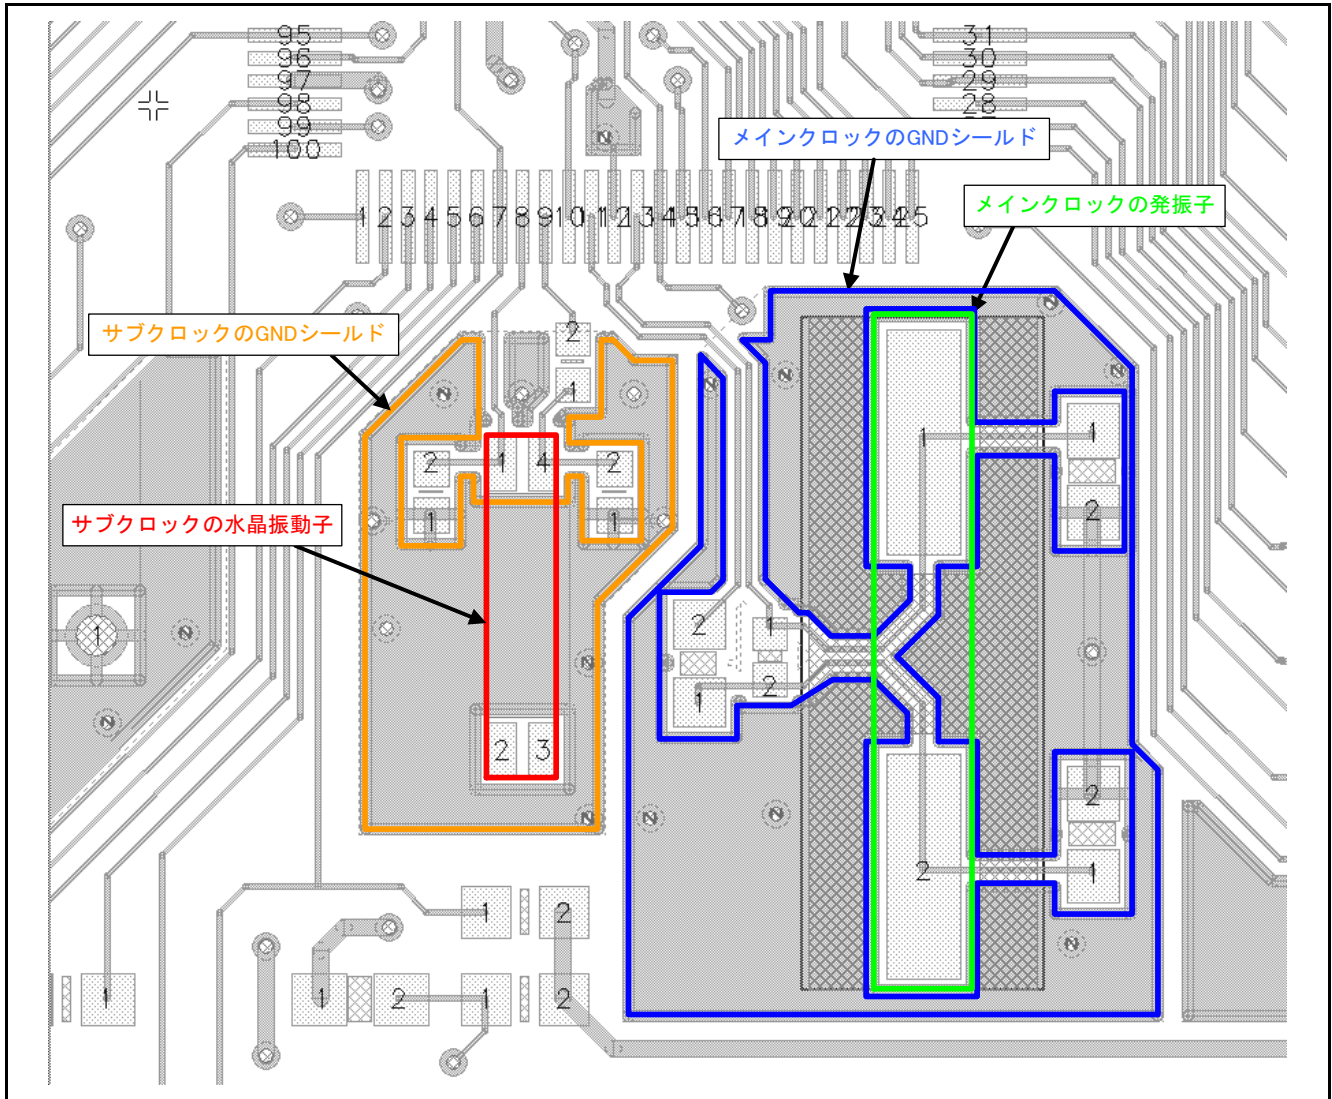

図1.7 メインクロック発振子の配線を GND でシールドするパターン例
①にメインクロック発振子の配線の要点を示します。また、図 1.7にパターン例を示します。
- ① メインクロック発振子の配線を GND でシールドしてください。また、メインクロックとサブクロックの GND シールドは VSS 端子のすぐ側で分岐してください(メインクロックの GND シールドとサブクロックの GND シールドが直接接続されていると、メインクロック発振子の出力がノイズとなりサブクロックに影響を与える恐れがあります)。